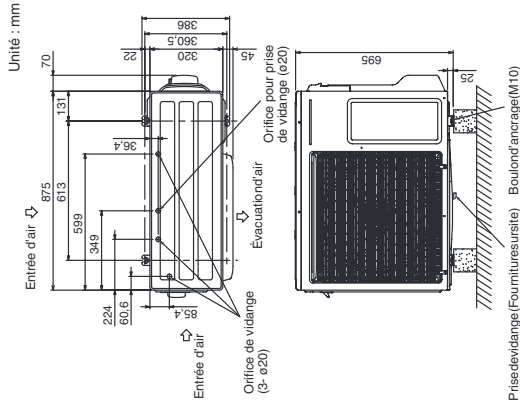

Fig. 3-1
- Pour les dimensions du boudon d'ancrage, voir la Fig. 3-1.